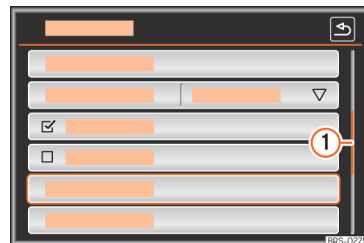

Abb. 205 Mögliche Listeneinträge im Menü Einstellungen.
werden können, wird rechts eine Scroll-Leiste eingeblendet »» **Abb. 205** ①.